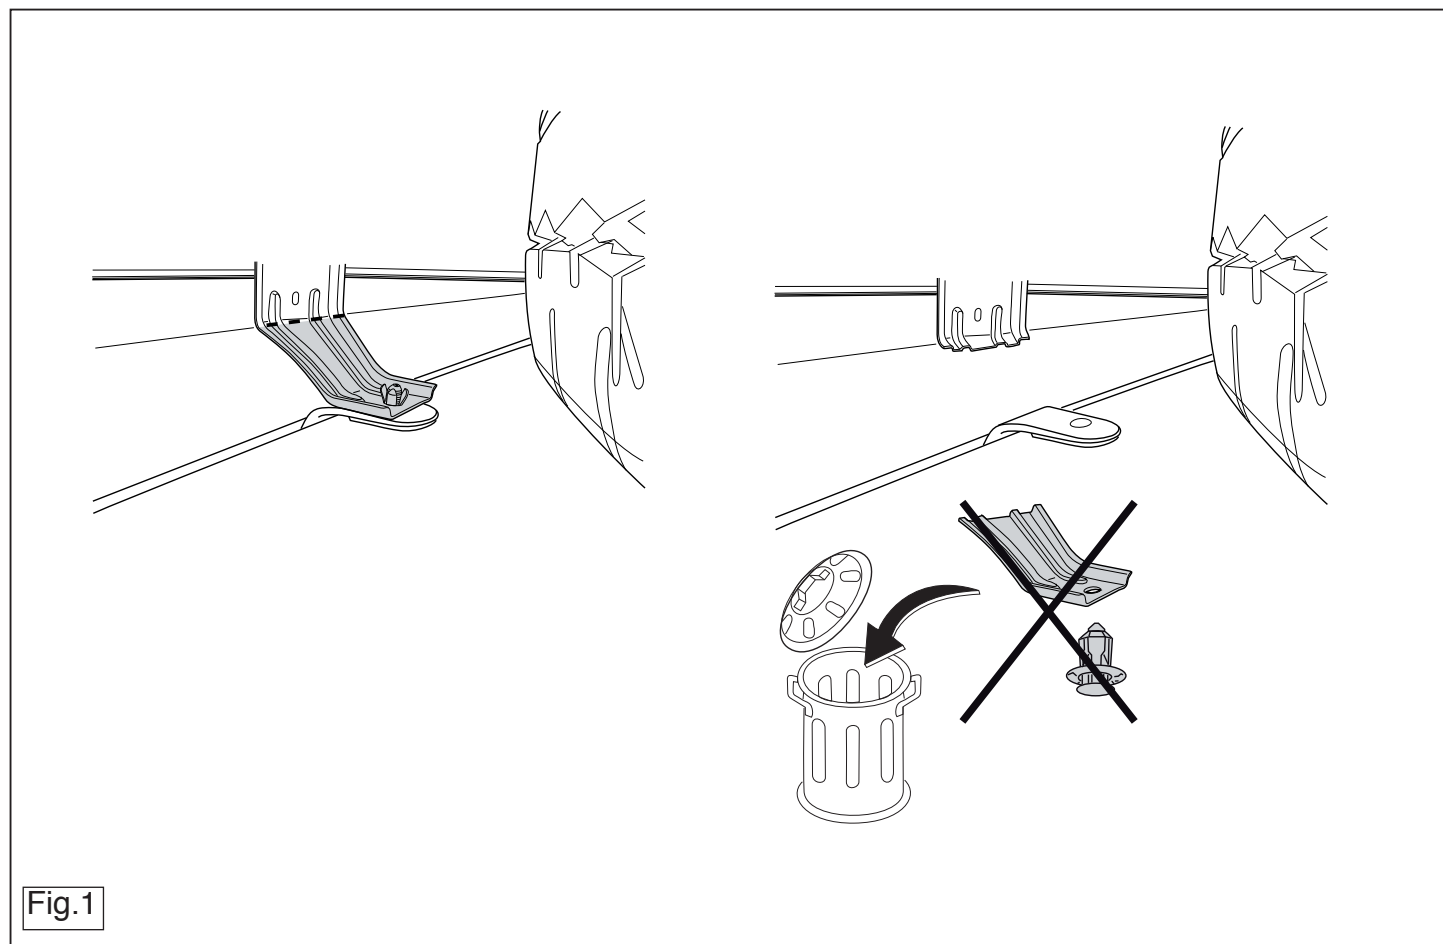

Fig.1
5. Выпилить обозначенную часть, как указано на рис. 1.
5. Saw out the indicated section in accordance with figure 1.
5. Gemäß Abb. 1 das angegebene Teil herausschneiden.